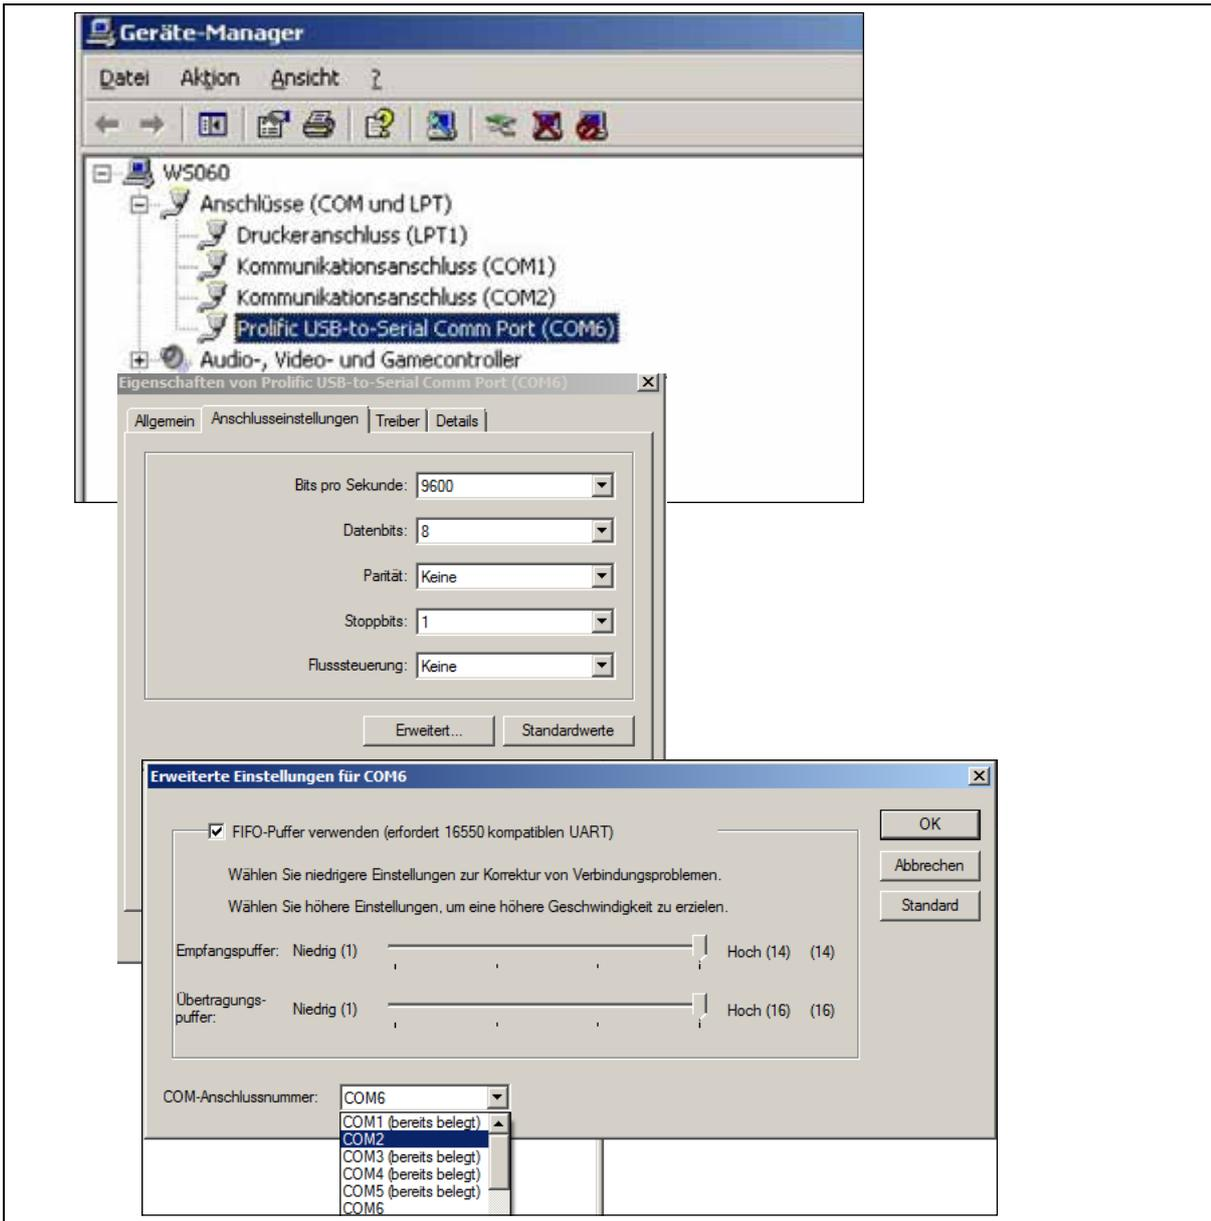

Abb. 9.2: Anschlusseinstellungen im Geräte manager
1. Öffnen Sie den Geräte manager (Systemsteuerung>>Geräte manager) und doppelklicken Sie auf das Verzeichnis „Anschlüsse“. Unter dem Eintrag „Prolific USB-to-Serial Comm Port“ finden Sie die Anschlussnummer (in Abb. 9.2 „COM6“).